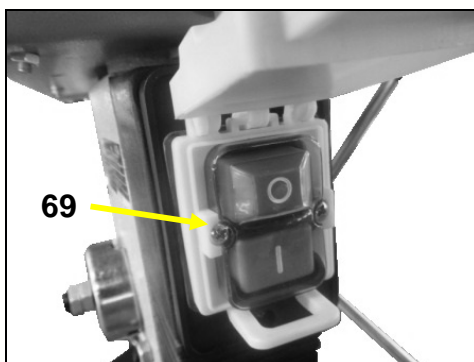

Fig 33
- Appuyez sur le bouton vert de l'interrupteur (69) pour mettre en route la machine (Fig 33) et abaissez le couvercle (68) sans le fermer. Restez vigilant et soyez prêt à l'actionner en cas de danger ou de problème.
- Appuyez sur le bouton rouge de l'interrupteur (69) pour arrêter la machine (Fig 33).